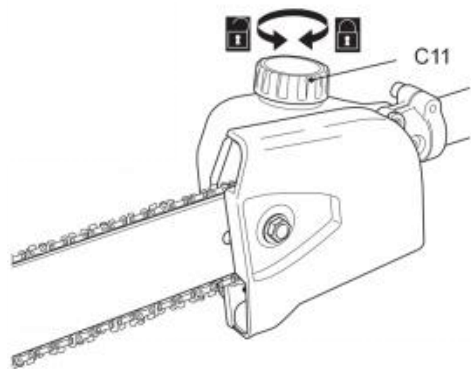

Fig. 16
- 2) Skruva loss och ta bort oljetankens lock (C11) (bild 16) och tillsätt sedan lämpligt smörjmedel i tanken. Vi rekommenderar att använda miljövänlig kedjeolja som är speciellt avsedd för användning med denna produkt.